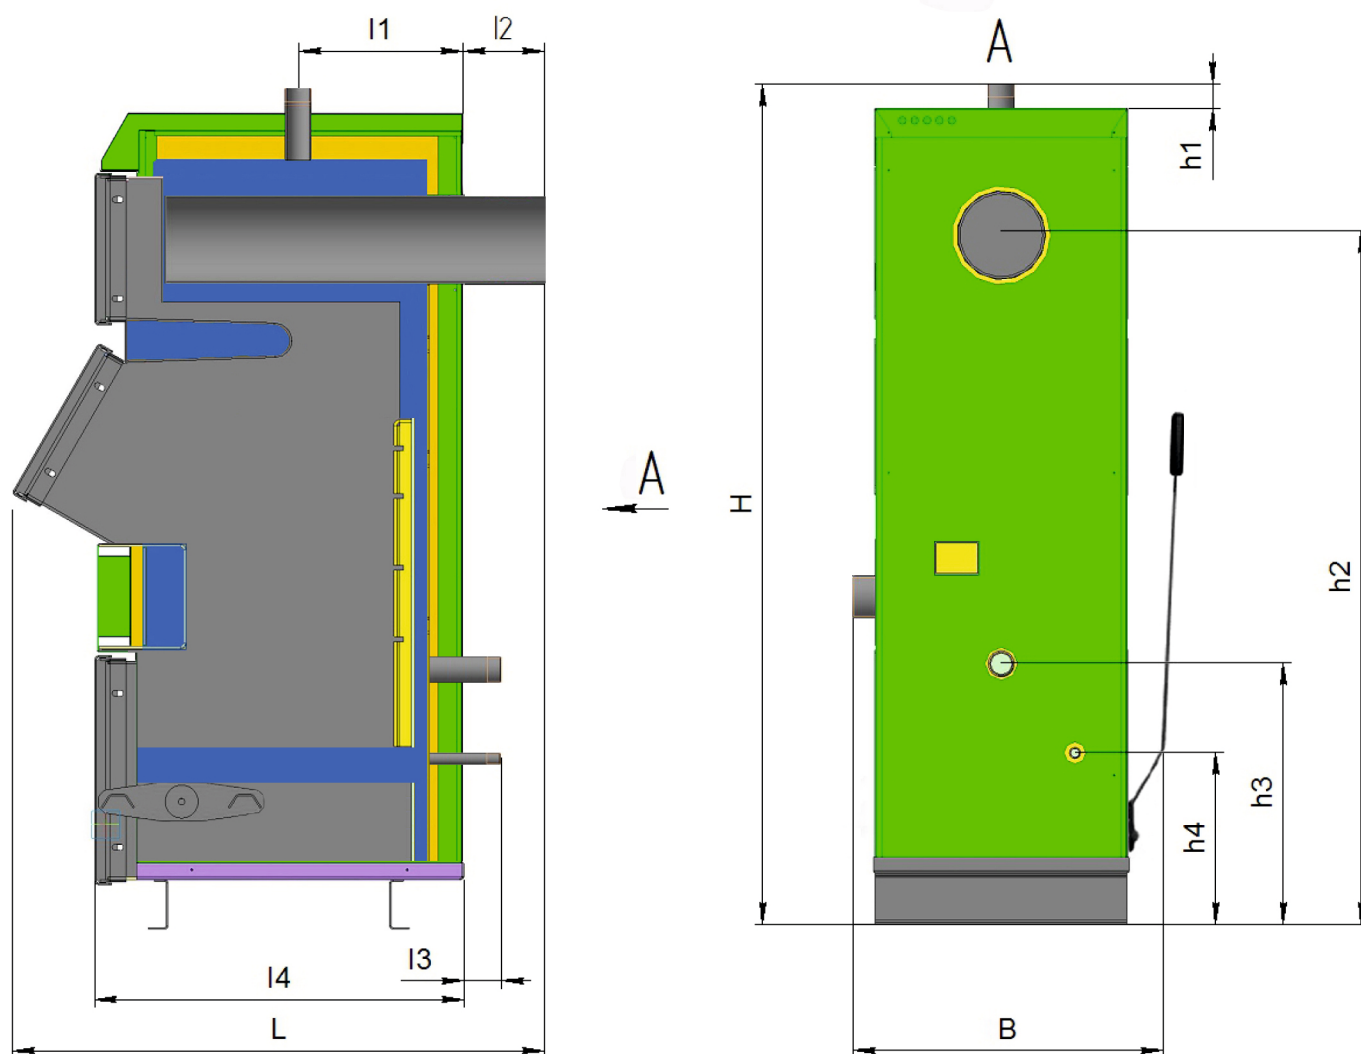

Рисунок 1. Габаритные и присоединительные размеры Котлов моделей LC Mega 12-32
Габаритные и присоединительные размеры Котла (см. рис.1), мм:
Котел (рис.1) представляет собой стальной сварной теплоизолированный каркас, обшитый снаружи съемной декоративной облицовкой, все вместе образующие собой корпус, и устанавливаемый на собственных опорах (16). Внутреннее пространство имеет сложную конфигурацию, включает в своем составе трубчатый теплообменник (14), предназначенный для циркулирования теплоносителя (воды), листовые детали, образующие вместе со стенками каркаса камеру сжигания, воздухоподводящие каналы (на рисунке не показаны), (систему дымоудаления из Котла (9). Внутри каркаса в нижней части расположены устройства: колосниковая решетка для размещения топлива (15), зольный ящик (5) для сбора и удаления золы, а также механизм очистки колосников от сажи (6). В нерабочем состоянии механизм (6) располагается в зольном ящике (5). Колосниковая решетка выполнена из труб гидравлического контура Котла и является неотъемлемой частью теплообменника (15). Снаружи Котел имеет дверцы для обслуживания Котла (11,12,13), патрубки для подсоединения к трубопроводам водяного контура системы отопления (1,2), патрубок для опорожнения теплообменника (3), штуцер для установки тягорегулятора (17), штуцер для установки термодатчика (19), а также рычаг (7) для управления механизмом очистки.